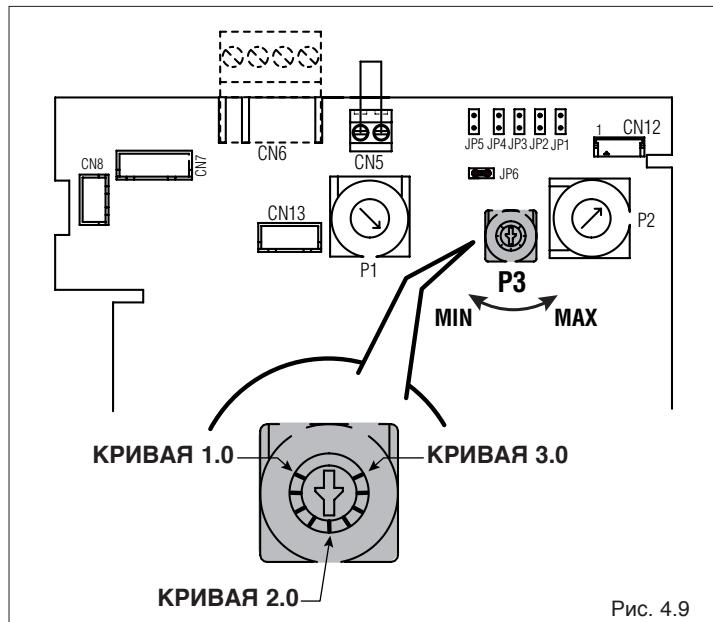
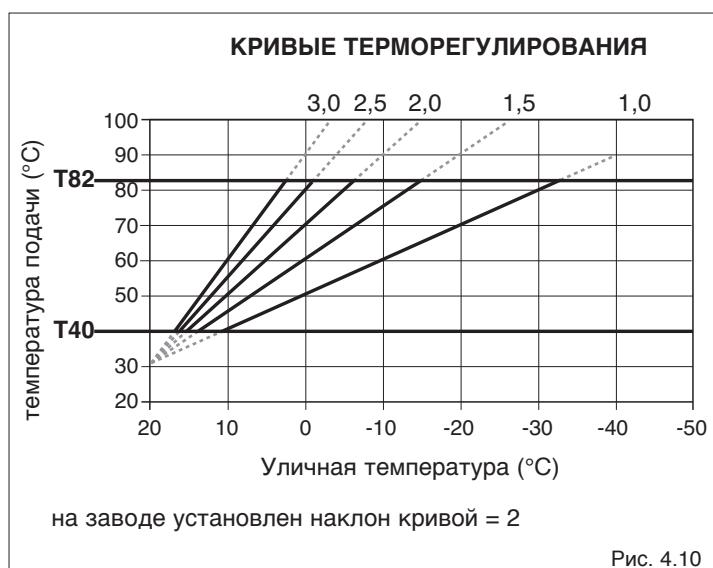
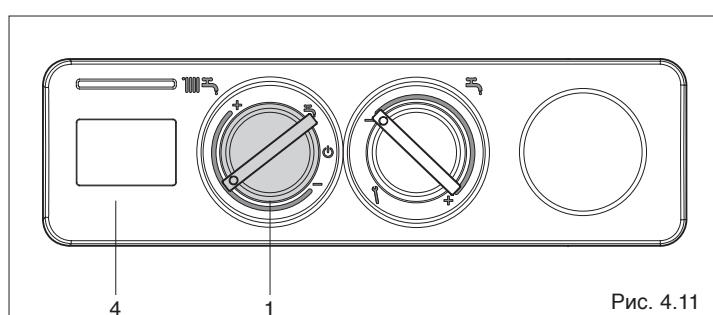

Рис. 4.9
Рис. 4.10
Рис. 4.11
Для изменения заданной кривой терморегулирования в режиме отопления необходимо открыть щиток с приборами (смотри "Электрическое подключение" на странице 15 и последующих) и изменить положение потенциометра (Р3, Рис. 4.9).
Кривые терморегулирования можно менять от 1.0 до 3.0. В качестве примера на Рис. 4.9 потенциометр установлен на значение 2.0). График зависимости заданной температуры в подающем трубопроводе от наружной температуры приведён на Рис. 4.10 он приведён для заданной температуры котла 20°C, когда переключатель (1, Рис. 4.11) находится в промежуточном положении.
На одной и той же кривой терморегулирования и для той же самой наружной температуры, в случае необходимости, можно изменять заданную температуру котла с помощью переключателя функций (1, Рис. 4.11). При повороте переключателя (1, Рис. 4.11), на дисплее (4, Рис. 4.11) отображается заданная температура воды в подающем трубопроводе, которая зависит от наружной температуры, от заданной температуры котла и от выбранной кривой погодозависимого терморегулирования. После того как переключатель будет отпущен, через несколько секунд снова начнёт отображаться текущая температура котла.
Когда переключатель режимов работы находится в промежуточном положении (1, Рис. 4.11) не происходит корректировки заданной температуры воды в подающем трубопроводе, показанной на Рис. 4.10. Если возникнет необходимость изменить заданную температуру воды в подающем трубопроводе, для того чтобы повысить комфорт в помещениях, можно внести следующие корректировки:
- при повороте переключателя (1, Рис. 4.11) в сторону «», заданная температура в подающем трубопроводе уменьшится;
- при повороте переключателя (1, Рис. 4.11) в сторону «+», заданная температура в подающем трубопроводе увеличится.